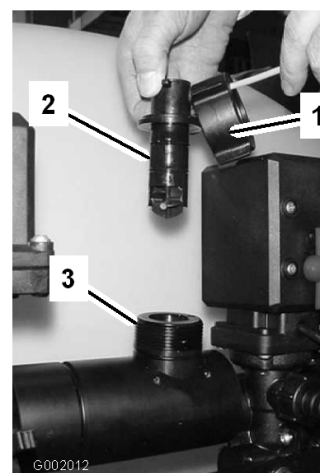

Figure 73
- Retirez le capuchon de retenue du corps du débitmètre (Figure 73).